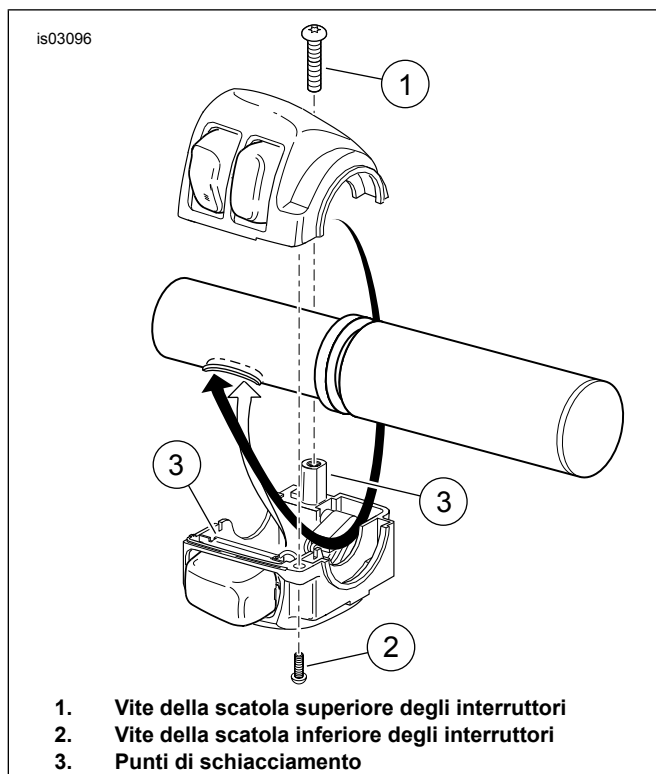

Figura 2. Disposizione dei fili della scatola degli interruttori (la figura ritrae la scatola del lato destro)
7. fare passare con delicatezza il fascio del cablaggio del sensore della manopola dell'acceleratore nell'estremità del semimanubrio destro. Consultare Figura 2. Fare passare il fascio del cablaggio dell'interruttore destro attraverso la scatola degli interruttori, come illustrato. Far passare il fascio del cablaggio nel foro per i fili dell'interruttore destro. Tirare i fasci di fili giù lungo il nuovo manubrio e verso il centro del manubrio, installando contemporaneamente le linguette di posizionamento del sensore della manopola dell'acceleratore nelle scanalature sull'estremità del manubrio. Una linguetta di posizionamento e la relativa scanalatura sono più piccole dell'altra, per aiutare ad eseguire il corretto assemblaggio.
11. Far passare il fascio del cablaggio dell'interruttore sinistro attraverso la scatola dell'interruttore, come illustrato in Figura 2 per il cablaggio destro. Far passare il fascio del cablaggio nel foro per i fili dell'interruttore sinistro. Tirare il fascio giù lungo il nuovo manubrio e verso il centro di quest'ultimo.